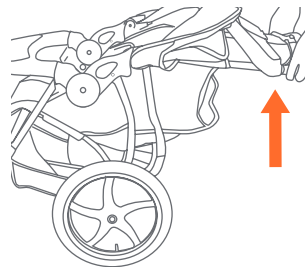

Fig. 23b
• Tirer vers haut sur la poignée de la poussette avec les deux mains jusqu'à ce que le cadre est redressé et verrouillé en position ouvert (Fig. 23b). La Poussette a des verrous à ressort des deux côtés de l'armature. S'assurer que les deux verrous sont entièrement engagés avant de placer votre enfant dans la poussette.